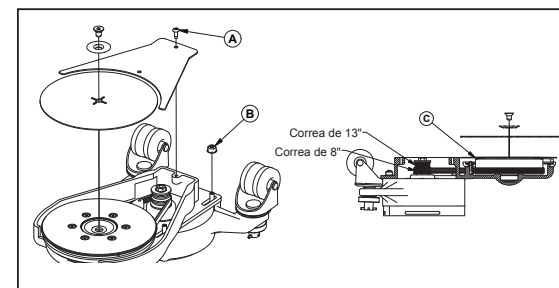

Imagen 4
2. Con un destornillador Phillips, retire los dos tornillos «A» que fijan la protección de la correa. Retire la protección de la correa. (Imagen 4)
3. Con un cabezal de 7/16", quite las cuatro tuercas «B» que aseguran el cabezal. (Imagen 4)
1. Coloque el cabezal en la máquina, asegurándose de que la correa esté colocada alrededor de la polea del motor. Coloque la correa en las ranuras más bajas (las más cercanas al motor) para la extensión de 8". Coloque la correa en las ranuras más altas (las más alejadas del motor) para la extensión de 13". (Imagen 4)